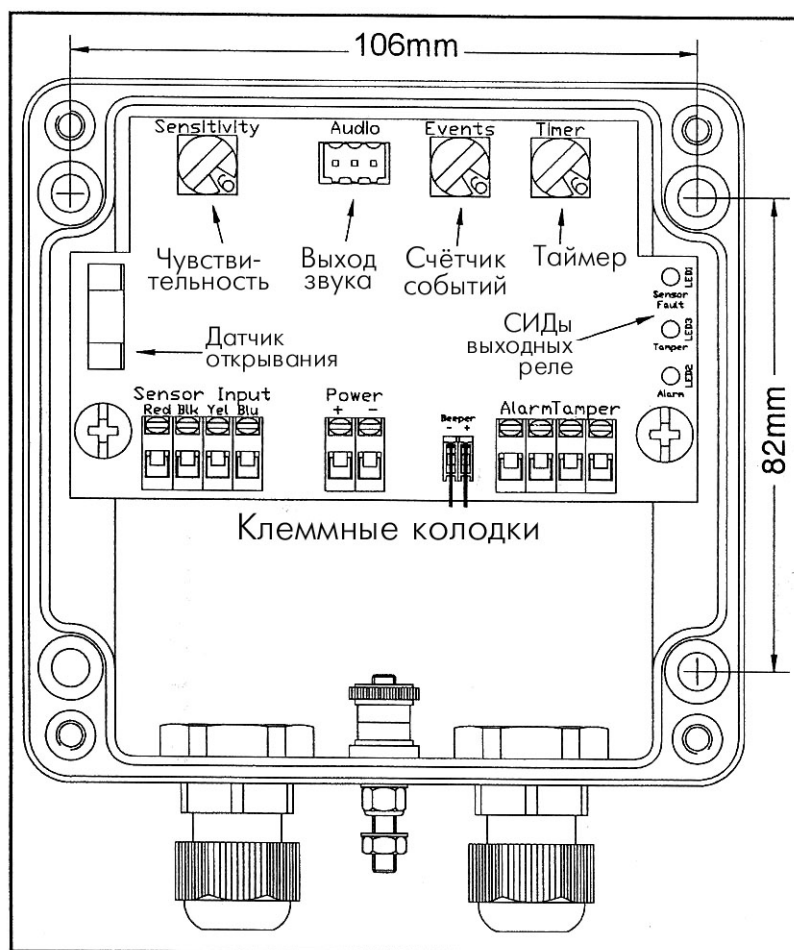

Рис. 10. Внешний вид печатной платы Анализатора с органами управления и индикаторами
Анализатор системы Импактор-400 поставляется в комплекте с четырьмя шурупами и четырьмя пластиковыми дюбелями, предназначенными для монтажа прибора на плоской твердой стене. В корпусе Анализатора имеются отверстия для шурупов, расстояния между которыми показаны на Рис. 10. Для установки дюбелей нужно посверлить отверстия диаметром 8 мм. Анализатор нужно установить так, чтобы обеспечить удобство настройки и подключения сенсора, кабеля для передачи сигналов и питания, а также провода заземления.
Сенсорный кабель подключают к винтовым клеммам "Sensor Input", соблюдая цветовую маркировку проводников, нанесенную на печатной плате у клемм (Red - Красный, Blk - Черный, Yel - Желтый, Blu - Голубой). Сенсорный кабель рекомендуется вводить в Анализатор через левый кабельный ввод (Рис. 10). После подключения проводников к клеммам нужно зафиксировать кабель, убедившись, что цанговый зажим контактирует с защитной оболочкой кабеля, а не с термоусадочной трубкой.
4. Проверьте, что светодиоды Тревоги (Alarm) и Аварии (Tampet) светятся. Расположение светодиодов показано на Рис. 10. Если какой либо из светодиодов не горит, обратитесь к Разделу 10 данного Руководства за указаниями.